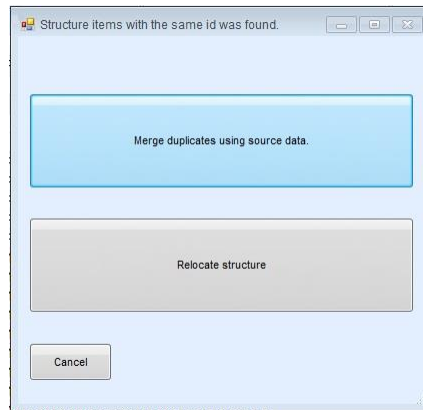

Abbildung 7.8: Bestätigungsinformationsfenster für Einfügen als gleich
- Der Benutzer wird aufgefordert, den nächsten Schritt des Befehls Einfügen zu wählen, **Abbildung 7.8:**